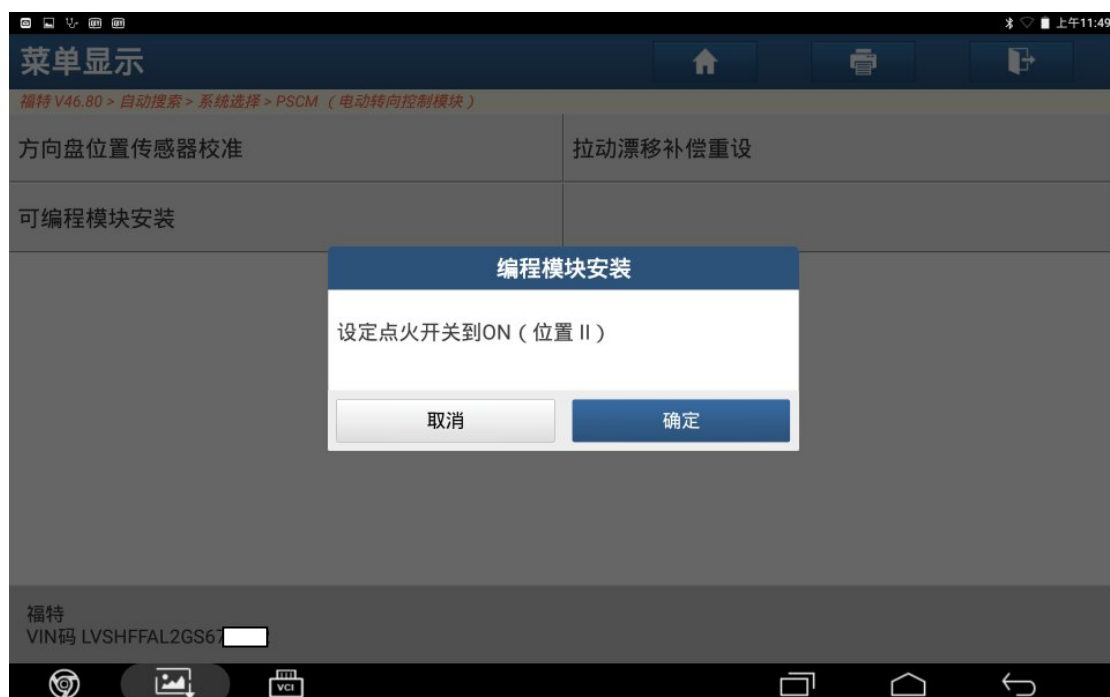

图 14
14). 设定点火开关到 ON (位置 II), 点“确定”, 如图 14;